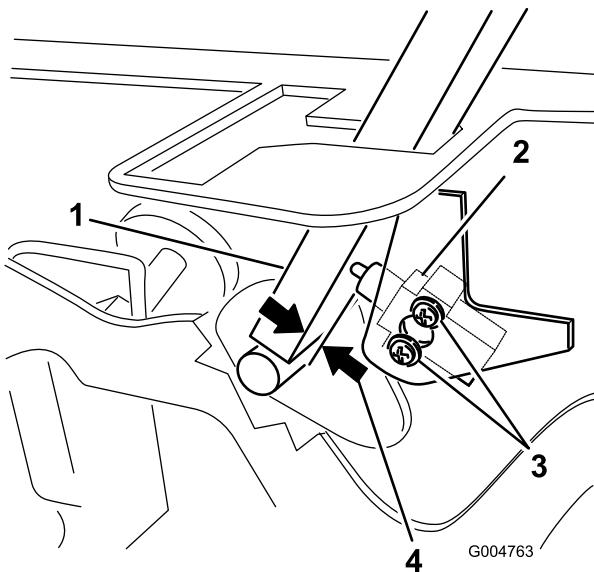

Figura 54
3. Desaperte os 2 parafusos que prendem o interruptor de segurança (Figura 54).
4. Segurando na alavanca de controlo encostada à estrutura, desloque o interruptor na direcção da alavanca até que a distância entre a alavanca e o corpo do interruptor seja 0,4 a 1 mm (Figura 54).